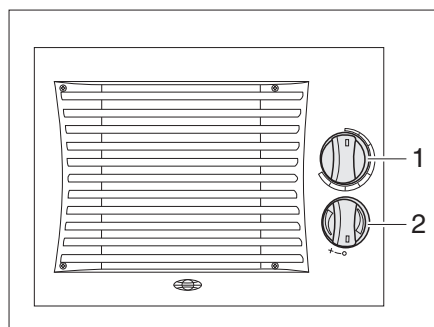

Fig. 174 Elementos de mando termocambiador adicional
- Girar el regulador giratorio (Fig. 174,1) del regulador volumétrico de paso a la posición deseada. El circuito de agua está abierto.
- Girar el conmutador del ventilador (Fig. 174,2) del ventilador de circulación de aire en sentido de las agujas del reloj.
- Girar el conmutador del ventilador (Fig. 174,2) a "O".
- Girar el regulador giratorio (Fig. 174,1) del regulador volumétrico de paso completamente hacia atrás.